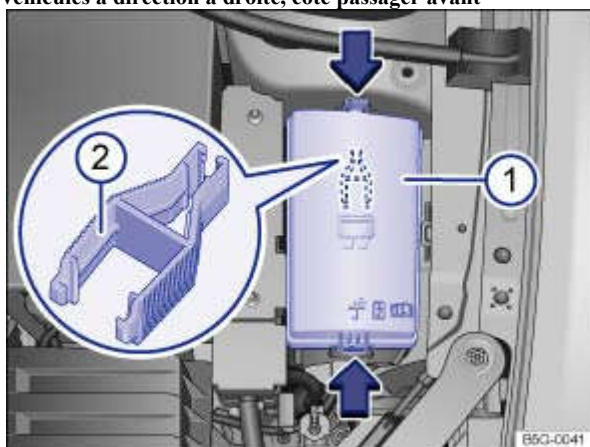

Fig. 269 Dans le compartiment-moteur : cache ① de la boîte à fusibles avec pince en plastique ②
- Poussez les touches de verrouillage dans le sens des flèches pour déverrouiller le cache de la boîte à fusibles → Fig. 269 ① .
Une pince en plastique → Fig. 269 ② prévue pour retirer les fusibles peut se trouver sur la face intérieure du cache de la boîte à fusibles dans le compartiment-moteur.